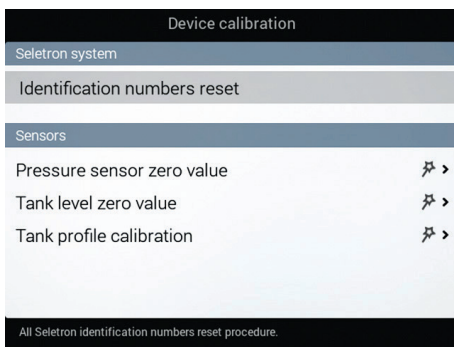

Fig. 115
- Välj **Identification numbers reset** (Fig. 115) och tryck **OK**.